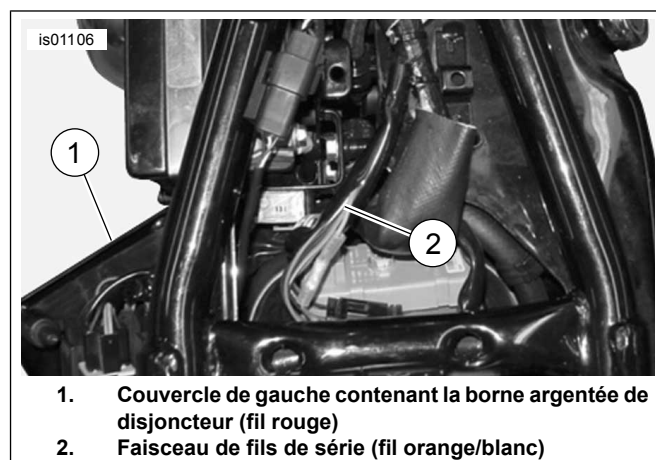

Figure 20. Connexions d'alimentation (modèles Sportster)
1. Voir Figure 20. Couper avec soin pour ouvrir une partie de la gaine du faisceau principal à l'intérieur du couvercle électrique latéral ou sous la selle à un point accessible, et couper un conducteur d'alimentation orange/blanc du faisceau principal.